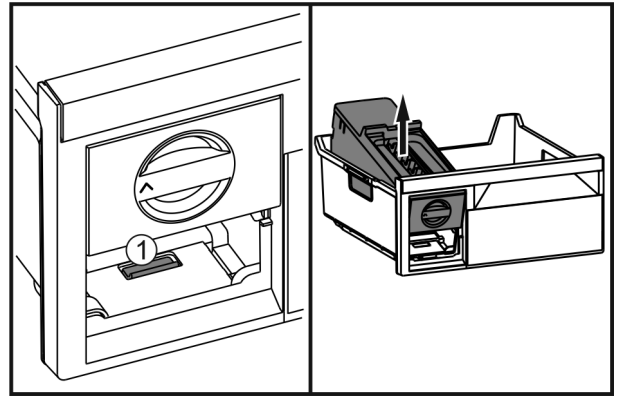

Fig. 56
- ▶ Appuyer sur la languette Fig. 56 (1), soulever l'EasyTwist-Ice depuis l'arrière et le faire sortir du tiroir de congélation.